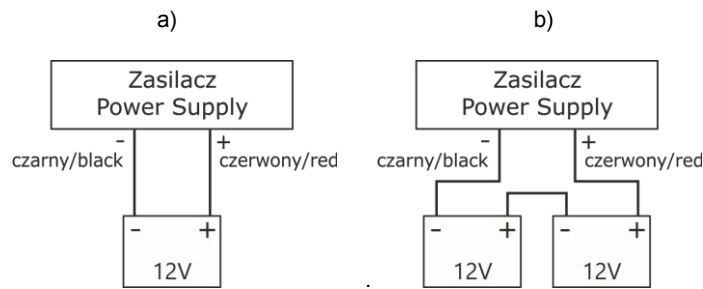

Fig. 4 Collegamento delle batterie a seconda della versione di tensione dell'alimentatore:
5. Installare la batteria o le batterie nell'area prevista all'interno dell'armadio. Collegare le batterie all'alimentatore prestando particolare attenzione alla corretta polarità e al tipo di connessioni (Fig. 4):